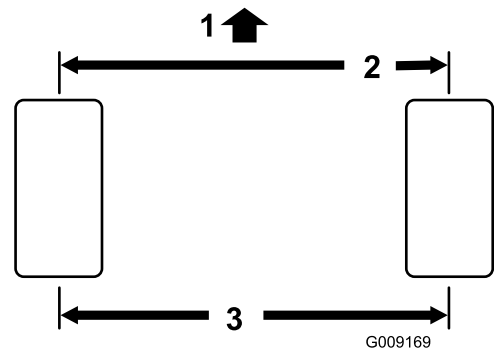

Figura 53
1. Meça a distância de centro a centro (à altura do eixo) na zona dianteira e traseira dos pneus da direção (Figura 53).